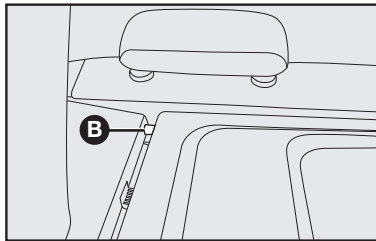

fig. 86
2) Destruar a cobertura do porta-malas dos pinos **B-fig. 86** e removê-la.